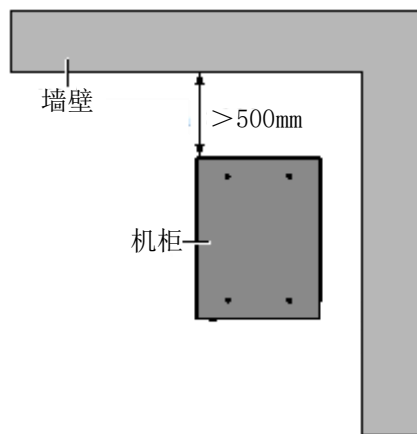

图2-5 操作空间示意图（顶视图）
UPS 由内部风扇提供强制风冷，冷风通过 UPS 机柜前面的风栅进入 UPS 内部，热风通过 UPS 后部的风栅排出。请勿阻塞通风孔（风栅）。UPS 的前、后面板应与墙壁或相邻设备间保持至少 500mm 的空间（见图 2-5），以免阻碍 UPS 的通风散热，造成 UPS 内部温度升高，影响 UPS 的使用寿命。
2. 图 2-5 中，机柜后面板到墙壁的距离需考虑维护操作便利，安装过程可根据实际情况调整，但不得少于 500mm。